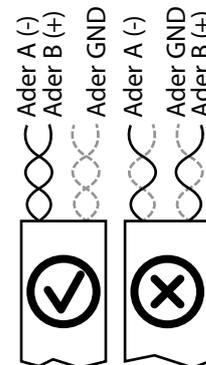

Bild 28: Belegung der verdrehten Aderpaare
- Beim Anschluss von Ader A (-) und Ader B (+) die Aderpaarung beachten (siehe Bild 28)